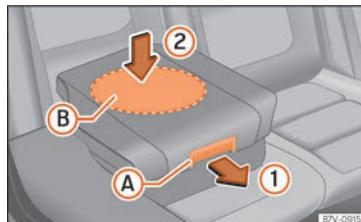

Fig. 99 Asiento integrado para niños: bajar el cojín.
- Tire del cojín hacia delante por la palanca de desbloqueo »» fig. 99 (A) en la dirección de la flecha ①.
- Empuje el cojín hacia abajo por la zona central (B) en la dirección de la flecha ② para que encastre de forma segura »» ❶. Los soportes laterales se abaten automáticamente.
❶ CUIDADO
Al bajar el asiento integrado para niños, presione sólo sobre el centro del cojín »» fig. 99 (2). De lo contrario, el cojín se podría torcer y no encastrar correctamente.